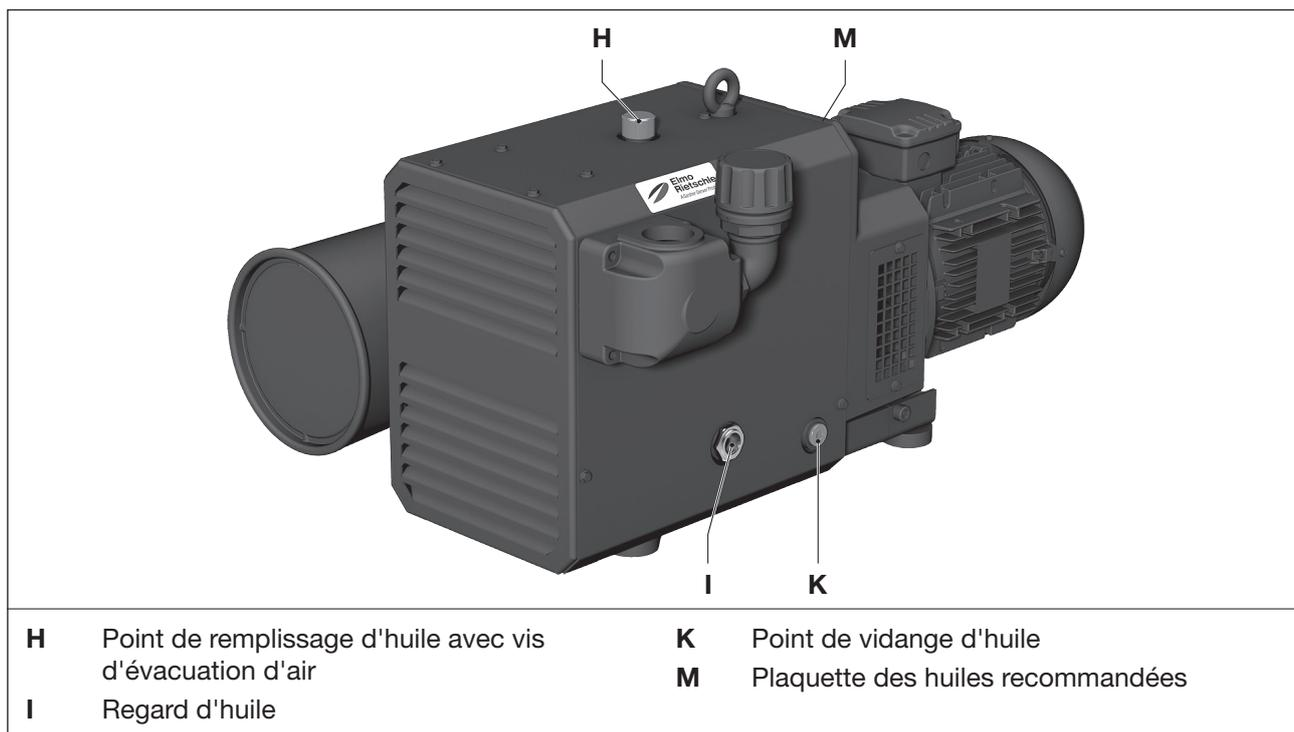

Fig. 7 Vidange d'huile
- Contrôlez tous les mois le niveau d'huile sur le regard d'huile (Fig. 7/I).
- Ouvrez le bouchon du point de remplissage d'huile (Fig. 7/H) et remplissez d'huile jusqu'au bord supérieur du regard (Fig. 7/I).
Comme matières consommables, nous recommandons d'utiliser les huiles Elmo Rietschle (voir également la plaquette des huiles recommandées (Fig. 7/M)) :
- Ouvrez la vis du point de remplissage d'huile (Fig. 7/H), ouvrez le point de vidange de l'huile (Fig. 7/K) et vidangez complètement l'huile usagée.
- Obturez le point de vidange de l'huile (Fig. 7/K) et remplissez d'huile neuve par le point de remplissage d'huile (Fig. 7/H).
Contrôlez le niveau d'huile sur le regard d'huile (Fig. 7/I).
- Fermez la vis sur le point de remplissage d'huile (Fig. 7/H).